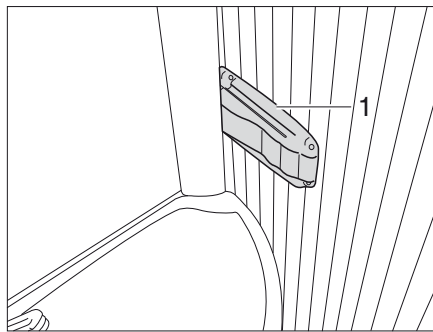

Bild 358 Vario-toalett, spärr till duschkvägg
- Tryck in spärren (Bild 358,1) till höger på tvättstället och drag lätt i tvättstället. Tvättstället flyttas framåt med bakväggen.